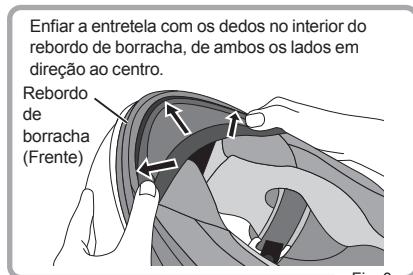

Fig. 3
3.Fixe de ambos os lados em direção ao centro. (Fig.3)